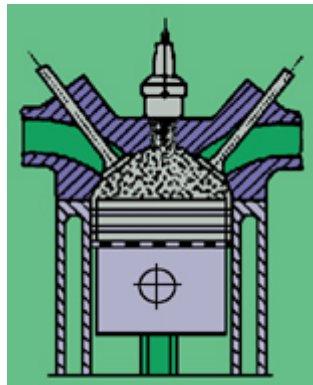

Fig. 4
- **Cámara hemisférica (fig. 4)**